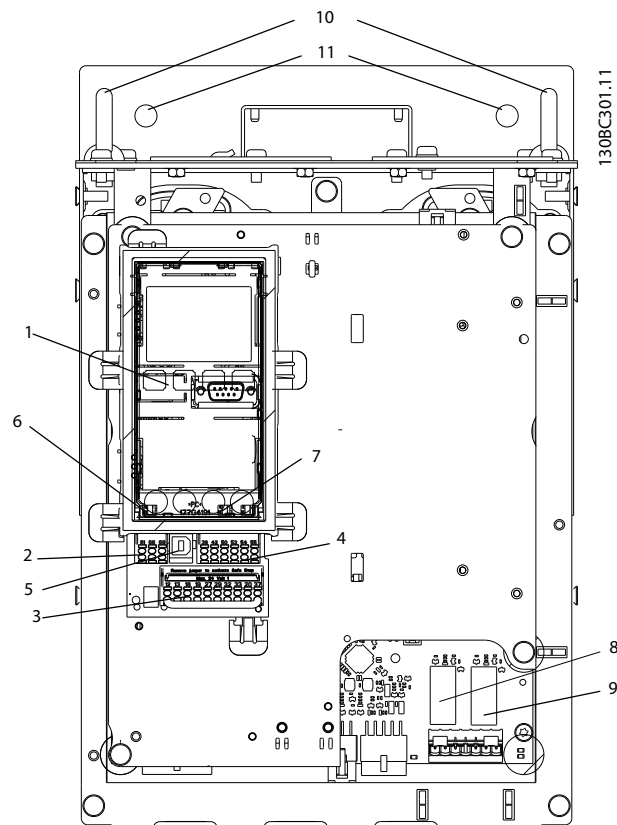

Abbildung 6.61 Lage der Relaisstecker, Pos. 8 und 9
- Entfernen Sie alle Relaisstecker mit der Aufschrift „RELAIS“. Siehe *Abbildung 6.61*.